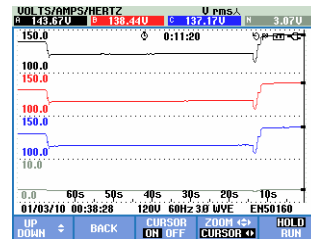

Abbildung 23-5. Trend-Anzeige Cursor an
- Drücken Sie F2 und F3, um den Cursor anzuschalten (nur im HALTE-Modus). Mit den Pfeiltasten nach links/rechts bewegen Sie den Cursor horizontal entlang der Trends. Der Wert der Trends an der jeweiligen Cursorposition wird in der Kopfzeile des Bildschirms angezeigt, wie in Abbildung 23.5 dargestellt. Durch Bewegen des Cursors über die linke oder rechte Begrenzung des Bildschirms hinaus wird der Trend nach links oder rechts bewegt.